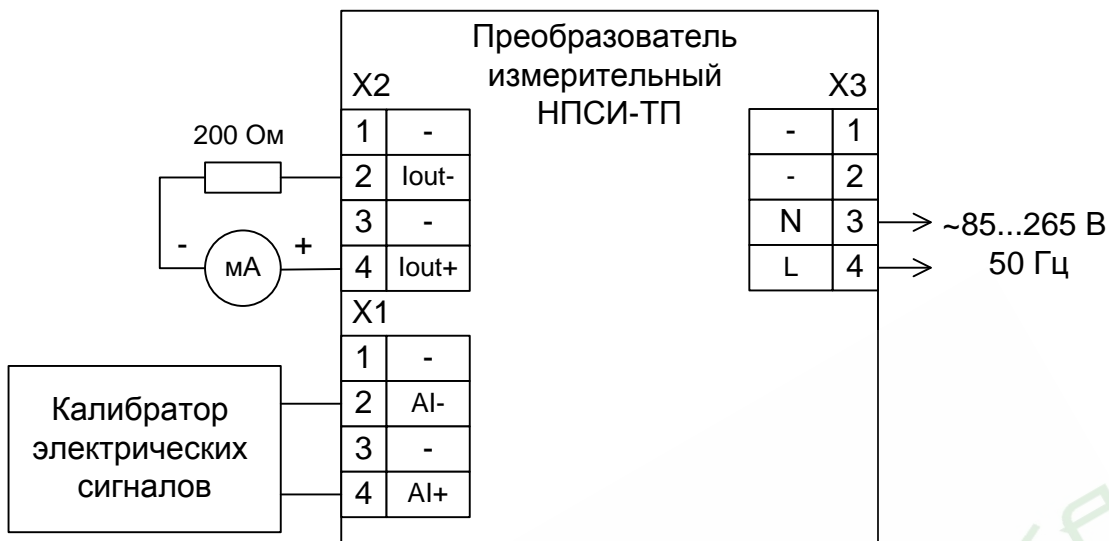

Рисунок 1.5.1 – Схема проверки основной допускаемой погрешности преобразования
- Подключить преобразователь в соответствии со схемой, приведенной на Рис.1.5.1.